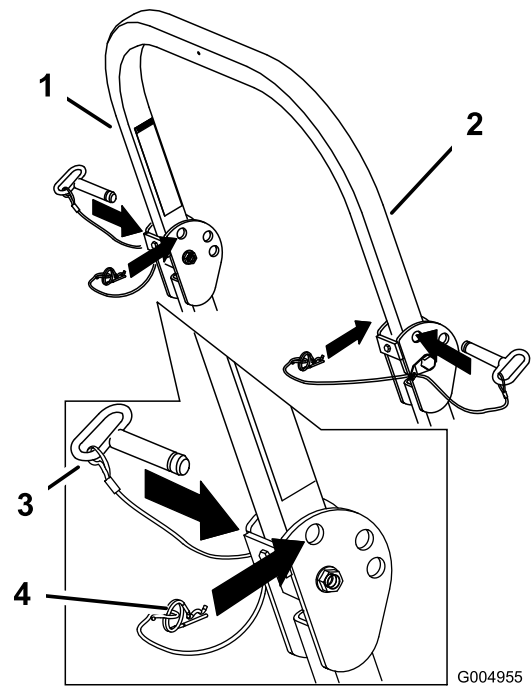

Figure 9
1. Retirez les goupilles fendues puis les 2 axes (Figure 9).
4. Pour relever l'arceau de sécurité, retirez la goupille fendue puis les 2 axes (Figure 9).
5. Relevez complètement l'arceau de sécurité puis insérez les 2 axes et fixez-les avec les goupilles fendues (Figure 9).
3. Posez les 2 axes et fixez-les avec les goupilles fendues (Figure 9).